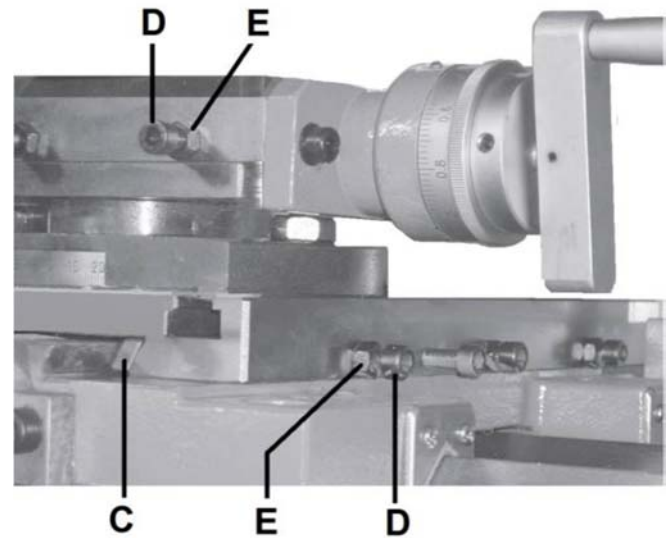

Abb. 11-3: Schlitten einstellen
Jeder Schlitten ist mit einer Einstelleiste versehen (C, Abb. 11-3). Mithilfe der Schrauben (E), an denen Sicherungsmuttern angebracht sind, können Einstellungen vorgenommen werden.